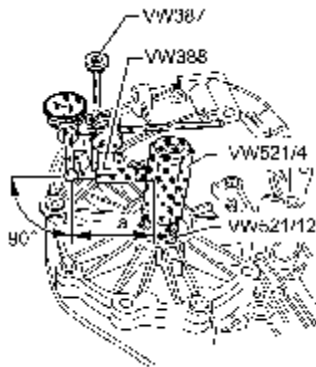

图 9-147 安装测量工具
(1) 将从动轴与 S3 和 S4 一起安装好，把 $S_{总}$ (S_1+S_2) 装入变速器壳体中，装好主传动器侧盖，并用 $25N \cdot m$ 的力将螺栓拧紧。在两个方向多次转动差速器，以使圆锥滚柱轴承下沉。
(2) 安装千分表接杆 VW 382/10，如图 9-147 所示。